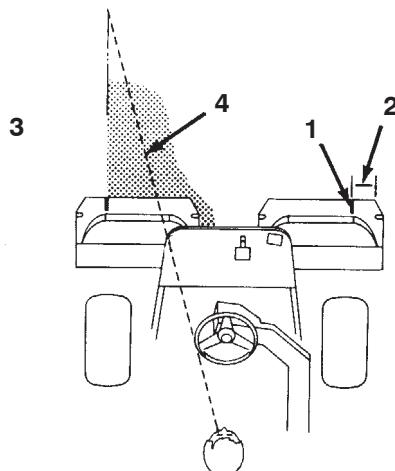

Figure 39
- Minimisez le chevauchement de la passe précédente lors de la passe de retour. Pour vous aider à conserver une ligne droite en travers du green et à maintenir la machine à égale distance du bord de la passe précédente, établissez une ligne de vision imaginaire à environ 1,8–3 m en avant de la machine jusqu'au bord de la partie non coupée du green (Fig. 39). Certains trouvent qu'il est utile de faire passer la ligne de vision par le bord extérieur du volant, c.-à-d. de maintenir le bord du volant aligné avec un point qui est toujours éloigné de la même distance par rapport à l'avant de la machine.